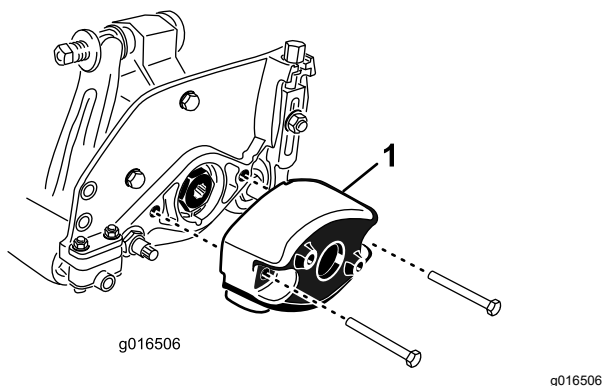

Figura 8
1. Remova os dois parafusos que fixam o contrapeso à extremidade esquerda da unidade de corte. Remova o contrapeso (Figura 8).
5. Do lado direito da unidade de corte, aplique uma leve camada de óleo no anel de retenção e instale o contrapeso com os parafusos previamente removidos (Figura 8). Aperte os parafusos com uma força de 16 a 20 N·m.